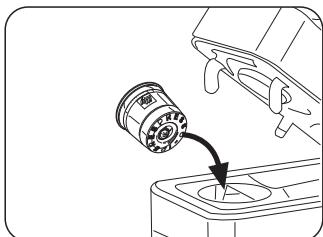

Fig. 8
- Levantar hacia atrás lentamente (hasta que se pare) la palanca de mando (1) (**Fig. 7**) e introducir una cápsula en el espacio al efecto (**Fig. 8**)